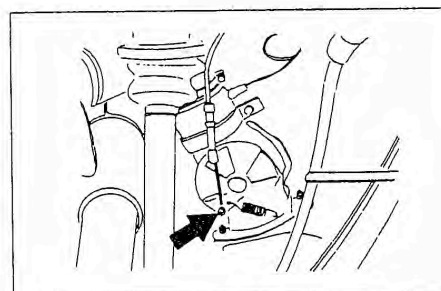

Bild 360
- In dieser Stellung die Bowdenzüge links und rechts festklemmen (Bild 360).